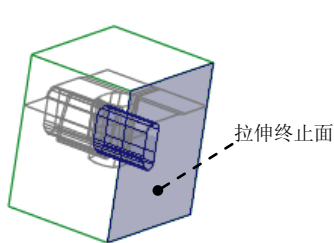

图 17.21 创建拉伸曲面
Step3. 通过拉伸的方法创建图 17.21 所示的曲面。
(1) 单击 **分型面** 功能选项卡 **形状** 区域中的  按钮，此时系统弹出“拉伸”操控板。
(2) 定义草绘截面放置属性。右击，选取菜单中的 **定义内部草绘...** 命令；选择 MOLD_FRONT 基准平面为草绘平面，然后选取 MOLD_RIGHT 基准平面为参考平面，方向为 **右**。然后单击 **草绘** 按钮。
(4) 设置深度选项。
① 在操控板中选取深度类型 （到选定的）。
② 将模型调整到合适的视图方位，选取图 17.21 所示的坯料表面为拉伸终止面。
③ 在操控板中单击 **选项** 按钮，在“选项”界面中选中 ☒ 封闭端 复选框。
(5) 在操控板中单击  按钮，完成特征的创建。
(6) 在“分型面”选项卡中单击“确定”按钮，完成分型面的创建。